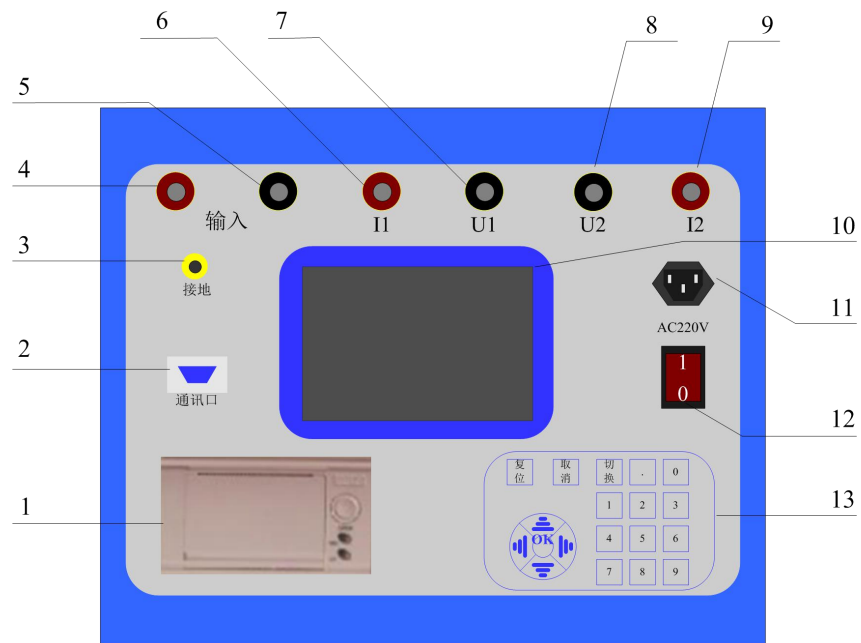
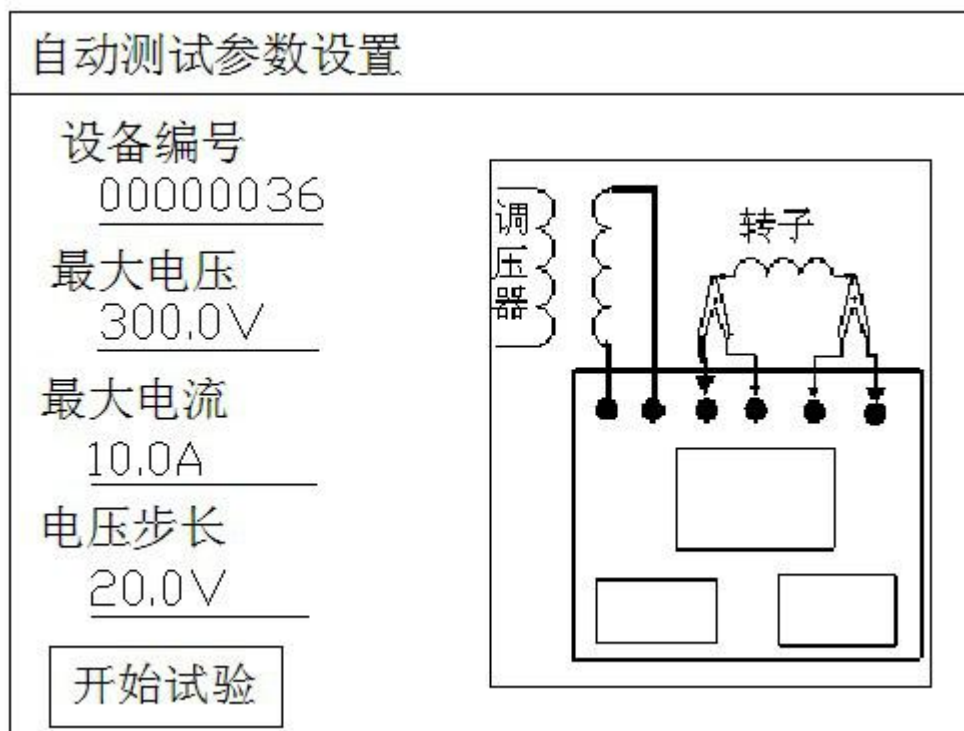
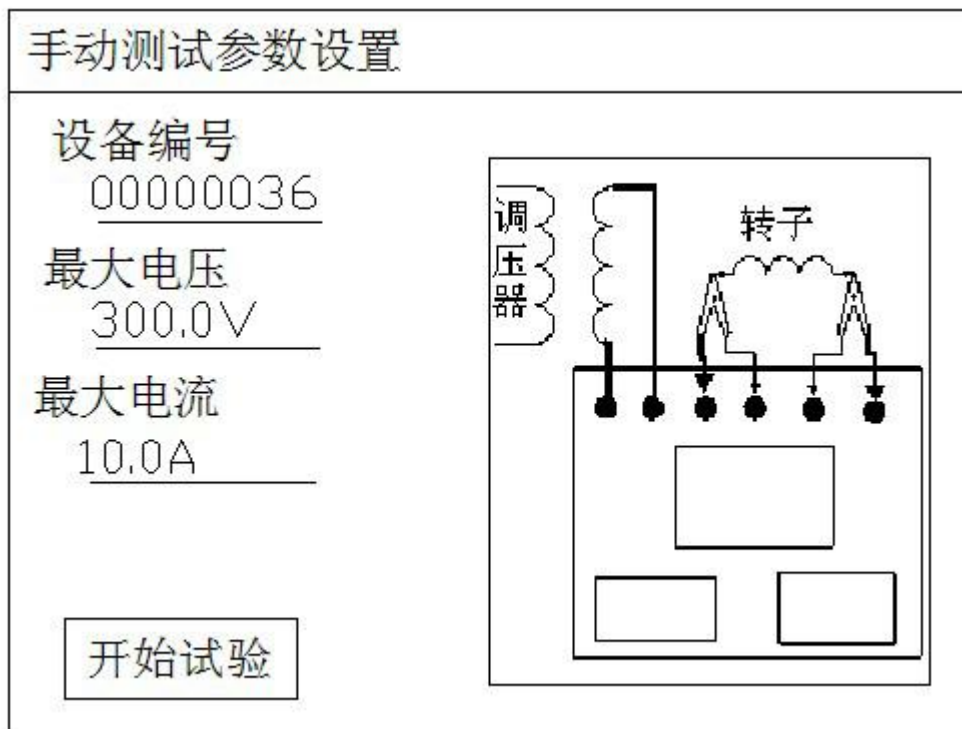

图 1 测试仪面板图
图 3 自动测试参数设置界面
图 7 手动测试参数设置界面
- 1) 接通仪器工作电源，打开电源开关，待仪器复位后进入如图 1 所示的界面图，按“↑”“↓”键选择“自动测试”，然后按“OK”即可进入如图 3 所示的“自动测试参数设置”界面，该界面右侧为试验的接线图。
- 1) 接通仪器工作电源，打开电源开关，待仪器复位后进入如图 1 所示的界面图，按“↑”“↓”键选择“手动测试”，然后按“OK”即可进入如图 7 所示的“手动测试参数设置”界面。